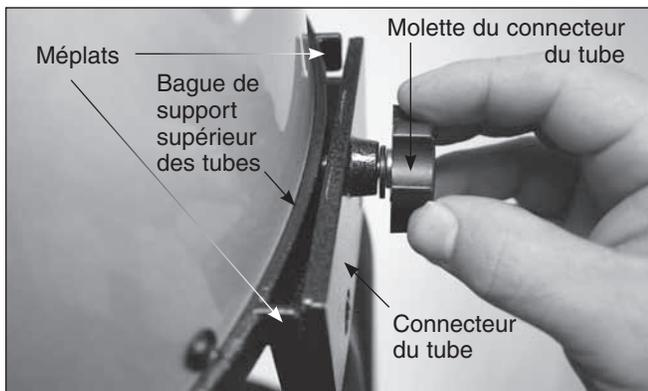

Figure 24. Lorsque la molette du connecteur du tube est serrée, elle maintient le connecteur contre les méplats sur la bague de support supérieur des tubes.
6. Relier la section supérieure du tube aux quatre connecteurs de tubes situés aux extrémités supérieures des tubes. Orientez la section supérieure du tube comme indiqué à la figure 22. Maintenez la section supérieure avec une main pendant que vous vissez les molettes des connecteurs de tubes dans les trous de la bague de support supérieur. Si nécessaire, vous pouvez régler légèrement la position des connecteurs par rapport aux extrémités des tubes pour aligner les molettes et les orifices (figure 23). Lorsqu'elle est serrée, la molette maintient le connecteur contre les méplats sur la bague de support supérieur des tubes (figure 24). Répétez cette opération pour les trois autres connecteurs de tubes. Serrez fermement les molettes.